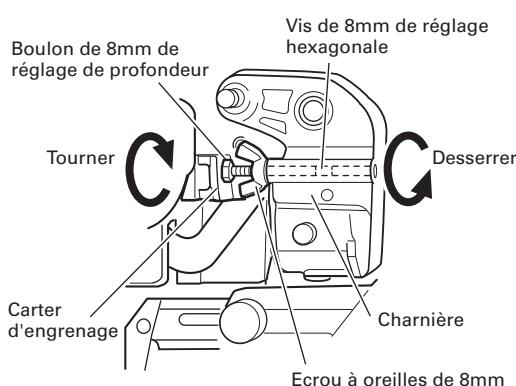

Fig. 10-b
REMARQUE: Pour couper à angle droit une pièce dont la hauteur excède 3-11/32" (85mm) et pour faire une coupe en biseau à gauche d'une pièce dont la hauteur excède 2-3/16" (55mm) ou une coupe en biseau à droite d'une pièce dont la hauteur excède 1-3/16" (30mm), régler la position limite inférieure de manière que la base de la tête du moteur (se reporter à la Fig. 10-a) ne vienne pas en contact avec la pièce.
Pour régler la position limite inférieure de la lame de scie, procéder aux opérations (1) à (3) de la figure 10-a.
- (1) Desserrer l'écrou à oreilles de 8mm de manière que le boulon de 8mm de réglage de profondeur puisse être tourné à la main.
- (2) Abaisser la tête du moteur et tourner le boulon de 8mm de réglage de profondeur à la main et régler de manière qu'il y ait un jeu de 3/32" à 1/8" (2 à 3mm) entre la position limite inférieure de la tête du moteur et le dessus de la pièce pour la position limite inférieure de la lame de scie (position où la tête du boulon de 8mm de réglage de profondeur vient en contact avec le carter d'engrenage.)